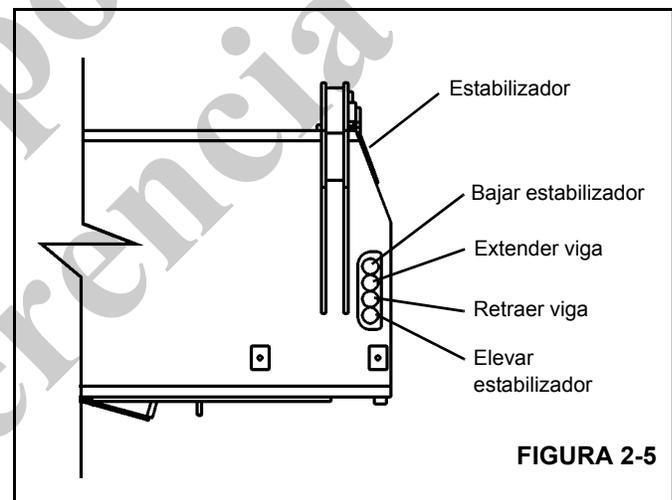

FIGURA 2-5
2. Instale un conector en T con un manómetro en la línea de retracción (Figura 2-5).